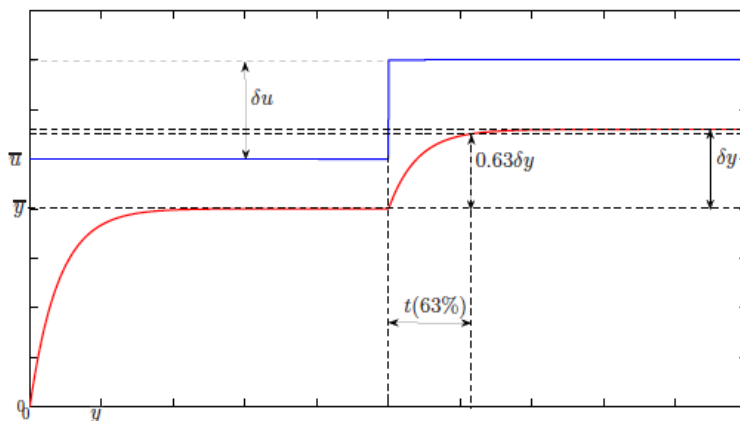

Figura 2: Identificação de primeira ordem em torno do ponto de operação (\bar{u}, \bar{y}) .
A Figura 2 ilustra o procedimento para realizarmos a identificação experimental de um modelo $G(s)$ de primeira ordem para o sistema em torno do ponto de operação (\bar{u}, \bar{y}) . Isto significa que tal modelo é válido desde que $u(t) \approx \bar{u}$ e $y(t) \approx \bar{y}$, ou seja, $\Delta u(t) = u(t) - \bar{u} \approx 0$, $\Delta y(t) = y(t) - \bar{y} \approx 0$ (pequenas variações na entrada e na saída!). Temos então que
Para identificar os parâmetros do modelo $G(s)$ de primeira ordem com base na Figura 2 e na equação (2). Determine também \bar{y} (saída de operação).